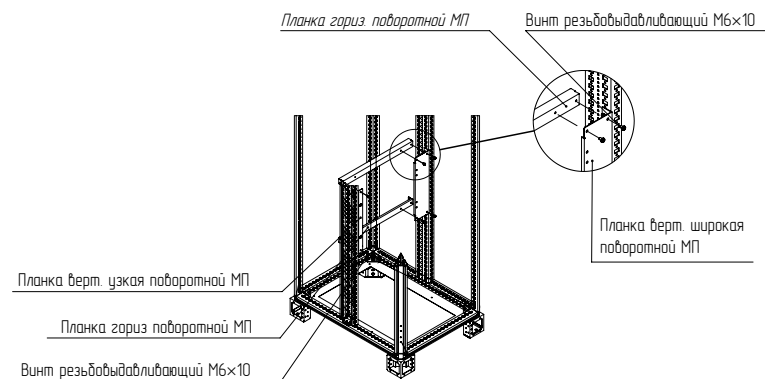

Рисунок 4
4.1.4 Приложить планку горизонтальную поворотной МП к верхним отверстиям планок вертикальных широкой и узкой, закрепить винтами М6×10 (рисунок 4). Момент затяжки – 7 Н·м